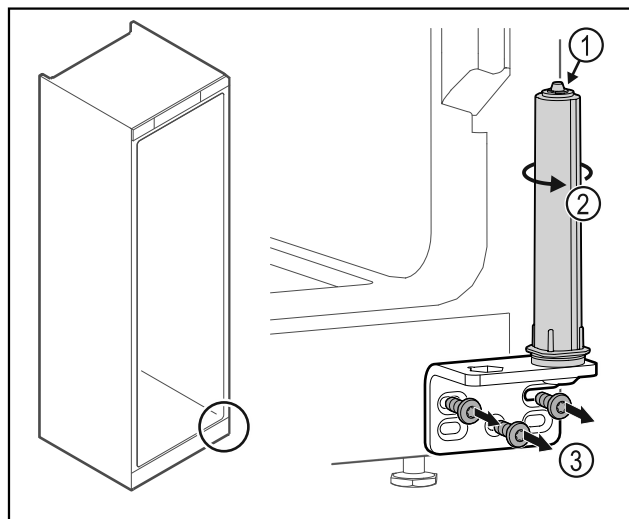

Fig. 49
- Deursluitsysteem Fig. 49 (1) niet uit elkaar halen.
- Sluitsysteem Fig. 49 (2) draaien tot het klikt.
- Scharnierhoek Fig. 49 (3) losschroeven.